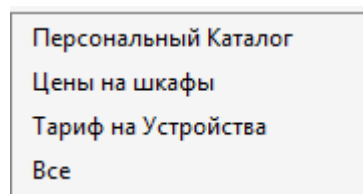

Рис. 5
6.	Обновление цен С помощью данной кнопки можно – см. Рис. 5: <ul style="list-style-type: none"> • Обновить цены на продукцию из Персонального каталога; • Обновить цены шкафы производства Schneider Electric; • Обновить цены на устройства производства Schneider Electric; • Обновить цены на все сразу. Подробнее об обновлении цен и создании файлов тарифов – см. 2.3. Создание файла тарифов для полноценной версии.